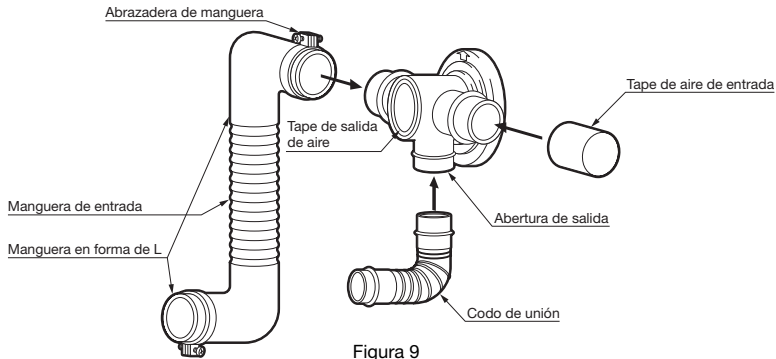

Figura 9
4. Inserte la junta curva en la boca de salida de la cañería. Si es necesario, acorte la manguera de entrada. Adhiera las mangas de codo a ambos lados de la manguera de entrada y luego inserte la manguera con forma de "L" a la bocatomá de la cañería y asegúrela con la abrazadera. Cierre las bocas de salida y entrada con los tapones que adjuntamos con el Calefactor y fíjese que queden firmes (ver Figura 9).